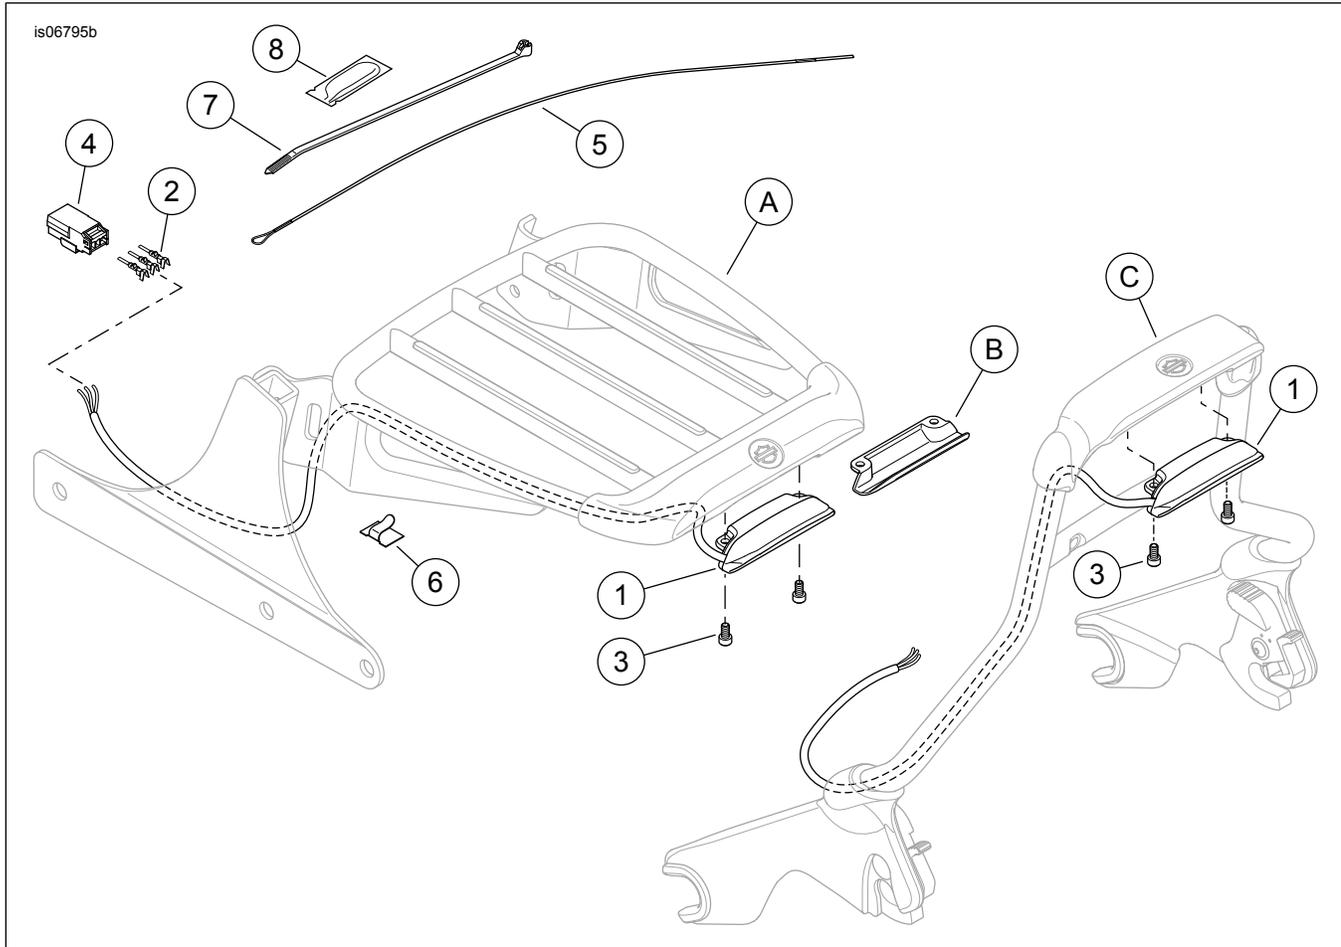

Figura 5. Piezas de servicio: Kits de luz para la rejilla para equipaje Air Foil
Vea Figura 5 y Tabla 1.
2. Vea Figura 5. **Para los modelos Sportster, Dyna o Softail:** Si ya está instalada, quite la rejilla para equipaje (A) del vehículo. Coloque la rejilla al revés sobre la superficie de trabajo. **Para los modelos Touring:** Si ya está instalada, desmonte la pieza vertical de la barra Sissy (C) del vehículo. Coloque la pieza vertical al revés sobre la superficie de trabajo.
3. **TODOS los modelos:** Extraiga el relleno de la luz (B) y los dos tornillos (3).
5. **TODOS los modelos:** Inserte el extremo con aro del cable guía de monofilamento de nailon (5) a través del agujero inferior del riel izquierdo y hacia afuera a través del agujero superior trasero del riel. Mantenga el extremo recto del cable guía afuera del agujero inferior.
9. Instale el conjunto de las luces (1) en la parte trasera de la rejilla para equipaje o de la pieza vertical. Asegure con dos tornillos (3).
- d. Pase los cables del conjunto de las luces a lo largo del riel de la estructura hacia el conector de tres vías. Sujete los cables del conjunto de la luz al vehículo con las presillas con respaldo adhesivo (6) (vea Figura 5).
- g. Monte la pieza vertical de la barra Sissy en los puntos de acoplamiento del vehículo, de acuerdo con las instrucciones en **ese** kit. Sujete los cables del conjunto de la luz al vehículo con las presillas con respaldo adhesivo (6) (vea Figura 5).
- 3. Vea Figura 5. Vea el Manual de servicio para engarzar los terminales macho (2) a los tres cables del arnés del conjunto de la luz.
- 4. Inserte los cables y terminales del arnés del conjunto de la luz dentro del conector macho (4) del kit:
- 5. Aplique el contenido del paquete de grasa dieléctrica (8) a los terminales del conector de la luz y del arnés de extensión.
- 7. Asegure el arnés de extensión al vehículo con las correas de cables (7).